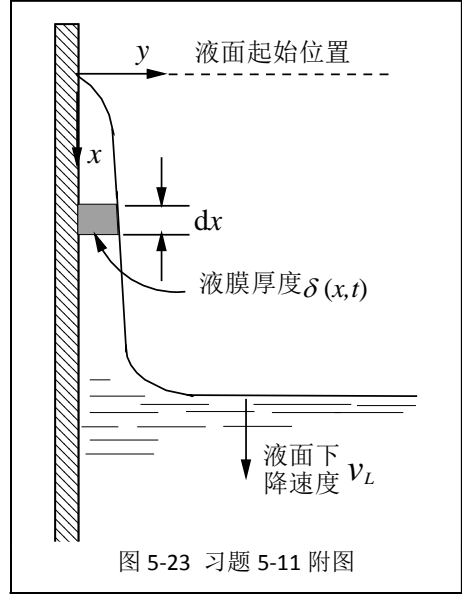

图 5-23 习题 5-11 附图
**5-11** 平壁容器内装有粘度为  $\mu$ 、密度为  $\rho$  的液体。为了确定液体从容器中排放时在容器壁面上的粘附量，必须知道液膜厚度  $\delta$  的变化。如图 5-23 所示，液膜厚度  $\delta$  显然是坐标  $x$  和时间  $t$  的函数。设液膜内  $x$  方向的速度用  $u$  表示，试按下列步骤完成所需工作：
(1) 对图中所示  $dx$  段的液膜单元 (在  $z$  方向取单位宽度) 作质量衡算导出下式: